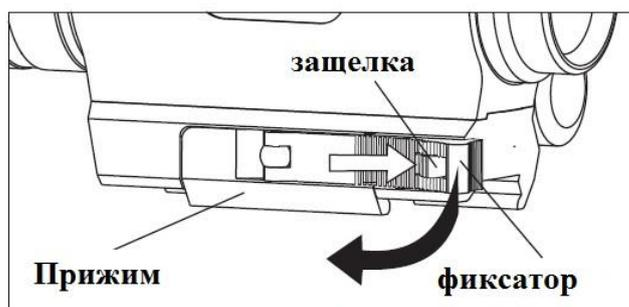

рис.3
2. Наш патентованный быстроразъемный кронштейн не требует дополнительных инструментов для установки. Сдвиньте защелку, ослабьте фиксатор прижима, установите прицел на планку, нажмите на фиксатор, защелка автоматически закроется. Установка завершена (см. Рис.3).